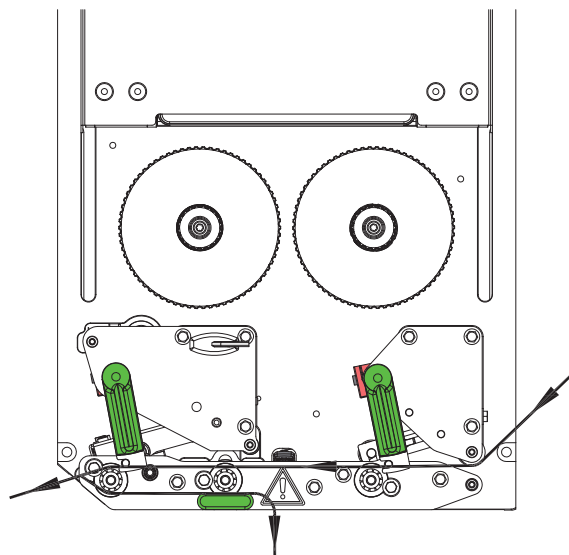

Figura 10 Scorrimento delle etichette
2. Ruotare le leve (3) e (9) in senso antiorario; così facendo aprire la testina di stampa (1) e il sistema di arretramento (8).
3. Caricare le strisce di etichette (7) come illustrato in Figura 10 fino al bordo di emissione (2) e spingerle fino alla battuta del pannello di montaggio. Il lato di stampa delle etichette deve essere rivolto verso l'alto.
4. Spingere le etichette sul bordo di emissione finché la striscia non torna indietro verso il sistema di pressione (4). Rimuovere le etichette dal materiale portante sporgente.
5. Ruotare le leve (3) e (9) in senso orario fino alla battuta; così facendo bloccare la testina di stampa (1) e il sistema di arretramento (8).